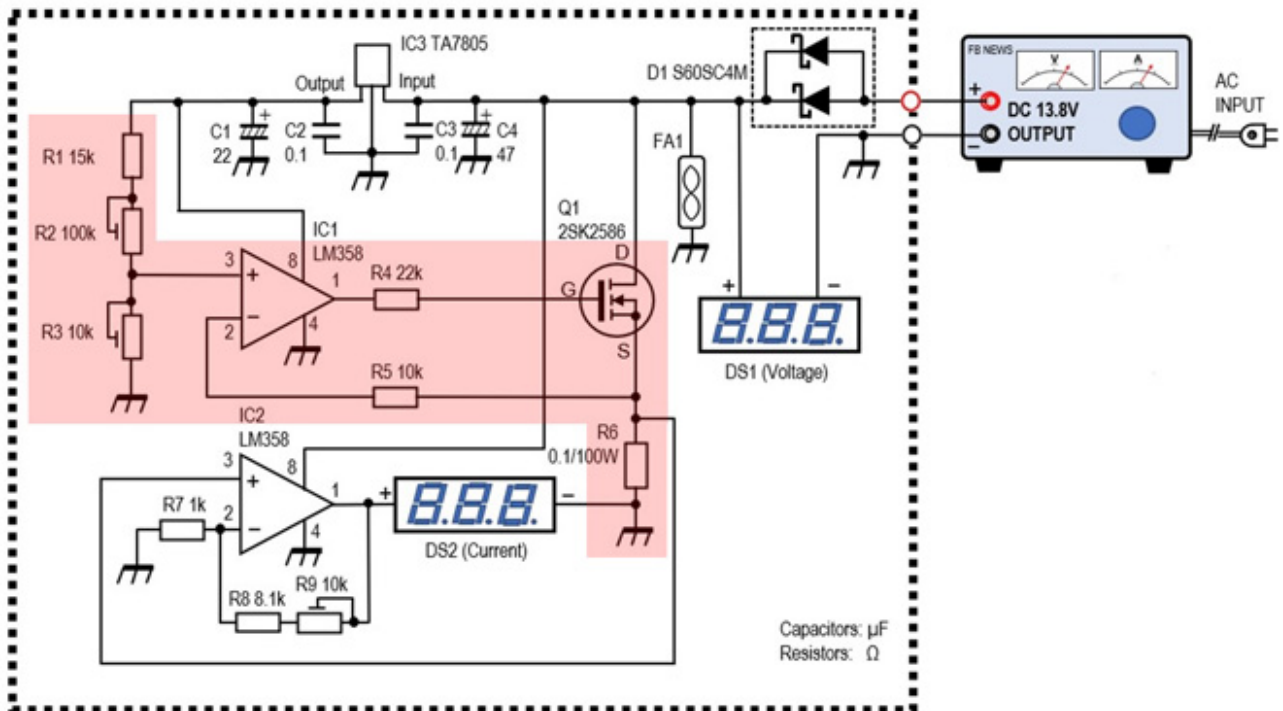
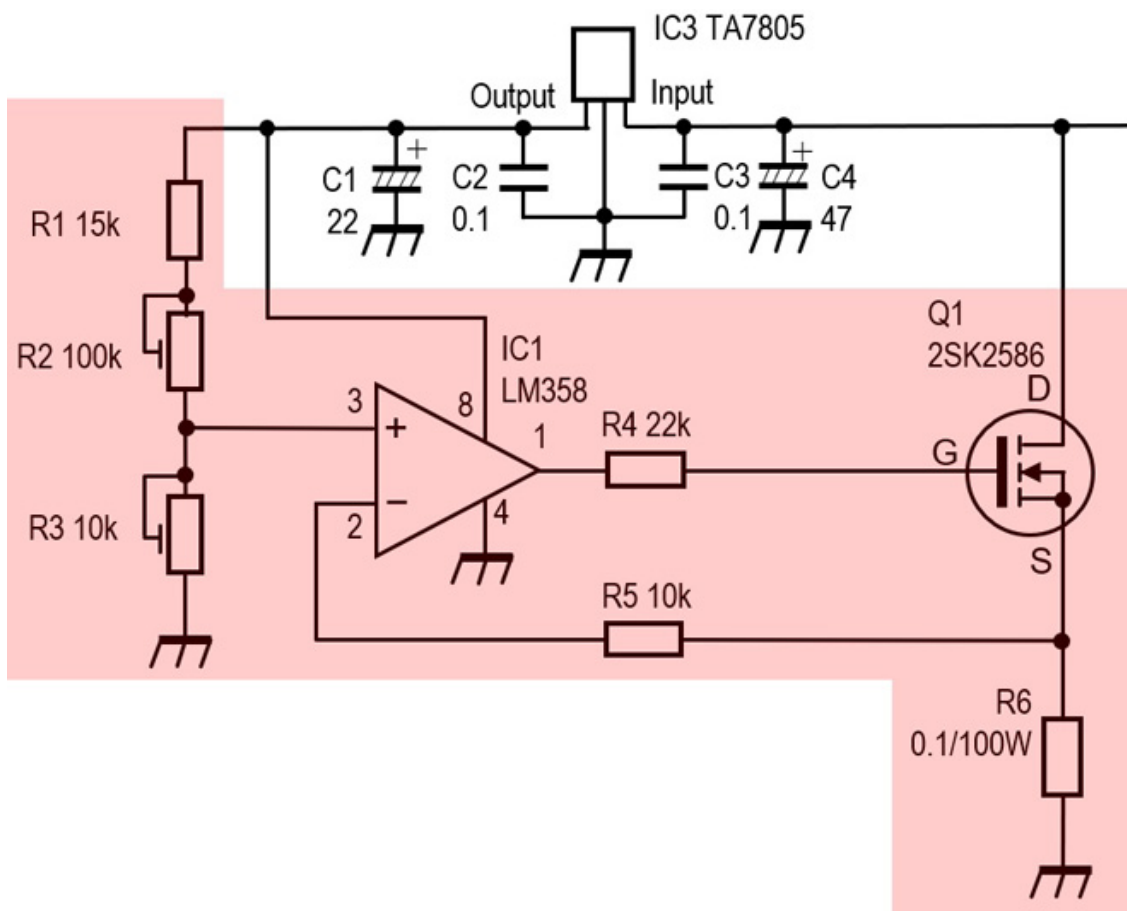

図 2 20A 電子負荷装置の回路図
図 5 20A 電子負荷装置の定電流回路
20A 電子負荷装置の回路図を図 2 に示します。赤色の網掛け部分がこの回路で定電流回路を構成している部分です。
(3)式の関係から VREF と R1 が決まると ID が決まると述べました。ここで図 2 の回路図から、定電流回路の部分だけを取り出したものが下の図 5 です。
この電子負荷装置には最大で 20A が流れるとした仕様が設定されています。図 5 のソース・アース間に挿入されているシャント抵抗(R6)は、0.1Ω ですが例えばこれを 1Ω とすると R6 の両端の電圧 VR6 は(1)式より  $VR6 = 1 \times 20 = 20(V)$  となります。(3)式の R1 を実回路の R6 に置き換えると、 $VR6 = VREF$  となります。このことから基準となる電圧を 20V と設定し、その電圧と VR6 の 20V とをオペアンプの(+)端子と(-)端子で比較することになりますが、これは回路の電源電圧より高くなり構成上適切ではありません。
仮に ID を 1A としたいのであれば、R6 の両端の電圧(VR6)から VREF を求めると、 $VREF = 0.1 \times 1 = 0.1(V)$  となります。基準となる電圧が 0.1V ですから精度が必要です。そこで基準となる電圧にはよくツェナーダイオードを用いられますが、図 5 の回路では三端子レギュレータを使って基準電圧をさらに安定させています。